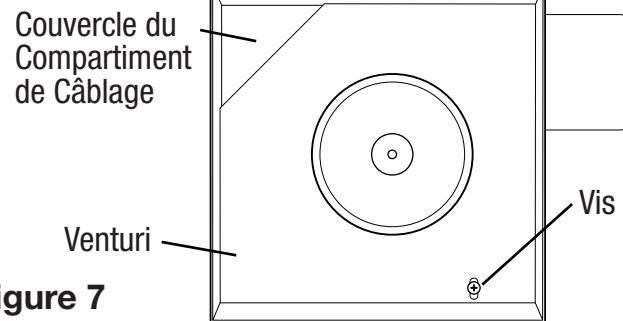

Figure 7
- 1b. Compartiment de Câblage Intérieur: Enlever la vis retenant en place l'ensemble venturi du ventilateur et soulever pour sortir l'assemblage hors du châssis (**Figure 7**). Enlever la vis du couvercle du compartiment à câblage et mettre ce couvercle dans un endroit fiable (**Figure 8**).